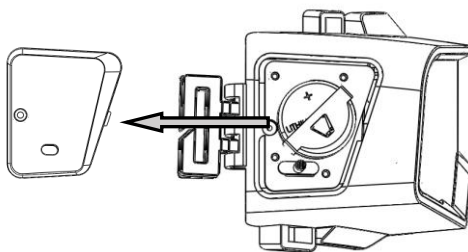

Fig. 1
- Ouvrez le couvercle de pile de la manière indiquée ci-dessous (fig. 1).